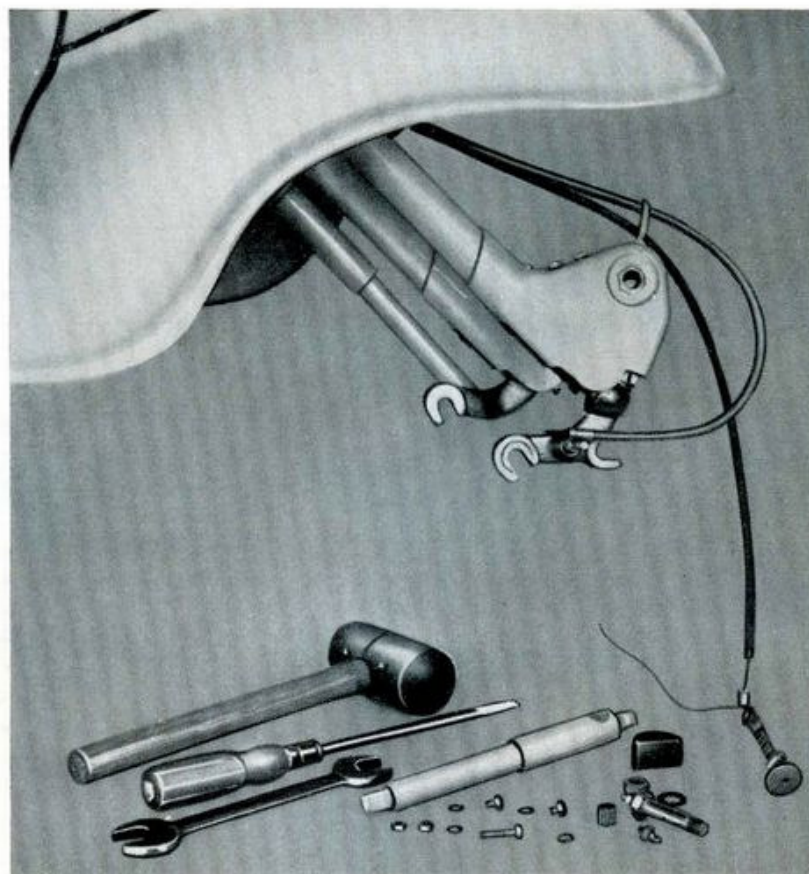

Fig. 35
- » 64 - Smontare i tamponi di gomma inferiori: svitare l'ingrassatore posto sotto la leva, svitare le due viti di fissaggio di ciascun tampone inferiore (chiave da 10) e rimuovere i tamponi aiutandosi con un cacciavite. Vedi fig. 35.